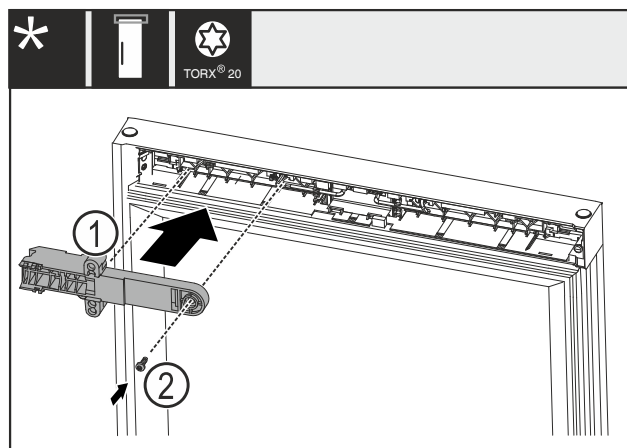

Fig. 23
- Držalni element ključavnice Fig. 23 (1) obrnite za 180° in ga prestavite na nasprotno stran.
- Držalni element ključavnice Fig. 23 (1) pritrdite z vijakom Fig. 23 (2).